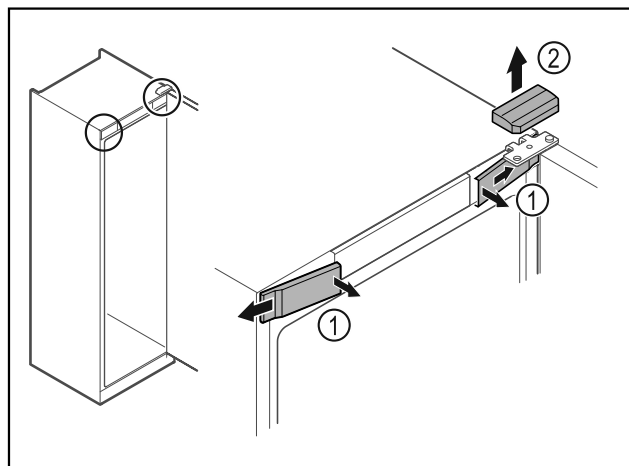

Fig. 8\*
- Décrocher les caches avant Fig. 8 (1) du côté intérieur et les retirer vers l'extérieur.\*
- Retirer le cache supérieur Fig. 8 (2) vers le haut.\*